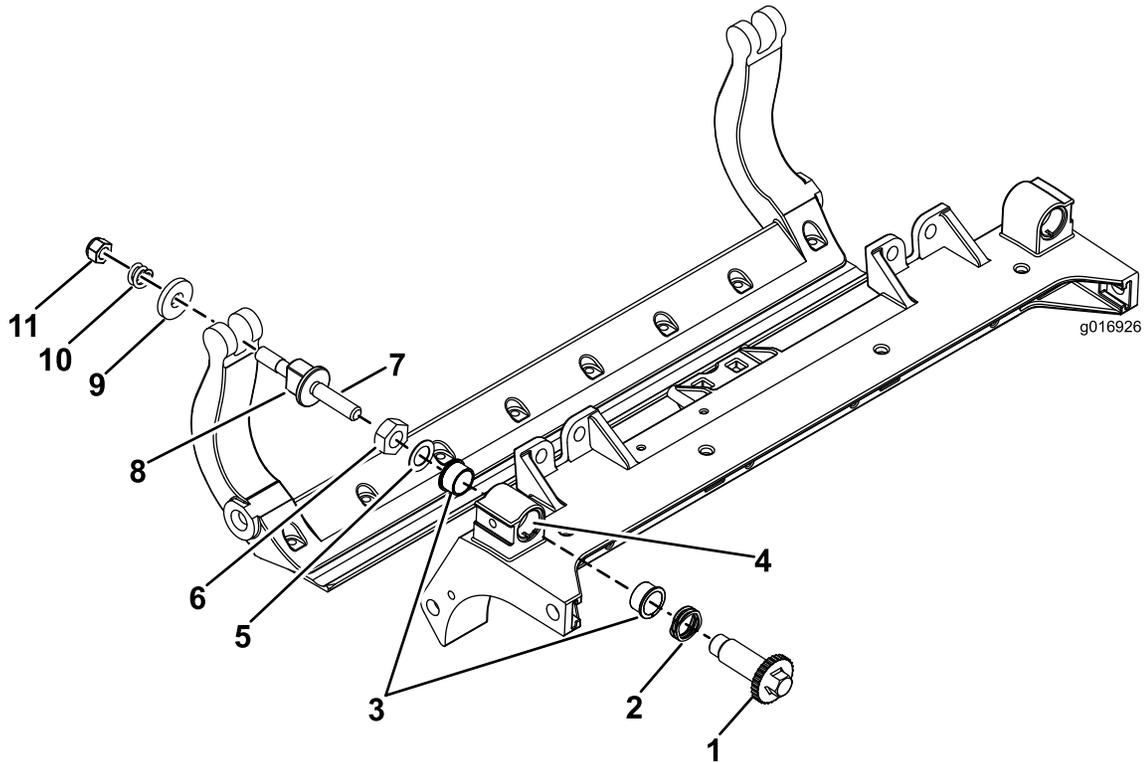

図 33
1. すべてのパーツを外す 取り付け要領書HD DPA キットと図 33を参照。
2. カuttingユニットのセンターフレームのブッシュ部の内側の固着防止コンパウンドを塗る 図 33。
3. フランジブッシュのキーをフレームのスロットに合わせてブッシュを取り付ける 図 33。
4. アジャスタのシャフトに波ワッシャと取り付け、アジャスタのシャフトをCuttingユニットのフレームのフランジブッシュに入れる 図 33。
5. アジャスタのシャフトを平ワッシャとロックナットで固定する 図 33。
12. その外側からスチール製ワッシャを取り付ける 図 33。
**注** 内側のワッシャには遊びがあってもよい 図 33。
15. 各ベッドバーアジャスタアセンブリのナットを締め付けて圧縮スプリングを完全に縮め、そこから 1/2 回転戻す 図 33。